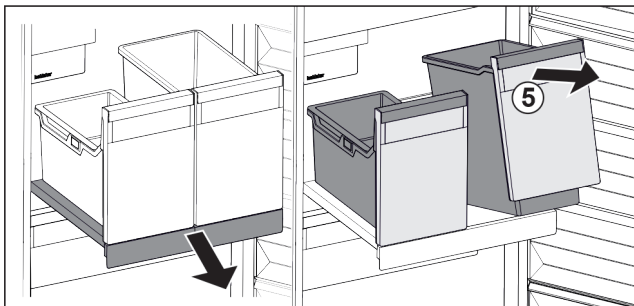

Fig. 22
- Soulever les bacs Fig. 22 (5) par l'avant.